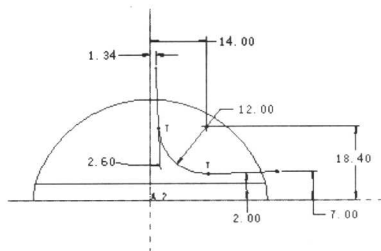

图 1-26 尺寸修改结果
31. 选择【再生】复选框，单击确定按钮，结果如图 1-26 所示。